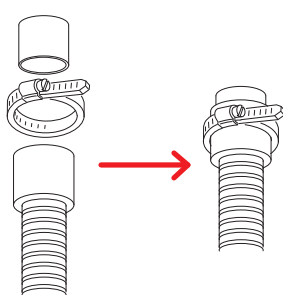

рис. 15
- Подсоедините сливной шланг парового конденсатора, туго затянув его обжимным хомутом, поставляемым в комплекте (см. рис. 15 и Фото 16).